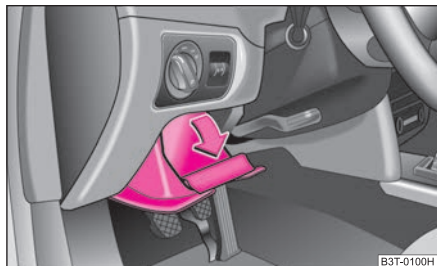

Fig. 93 Tablero de instrumentos: portaobjetos en el lado del conductor
- El compartimento guardaobjetos se abre levantando el tirador y abriéndolo en sentido de la flecha ⇒ fig. 93.